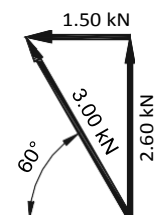

Fig. A7.04
- Допустимата хоризонтална компонента на опън за веригата е $= 3 \text{ kN} \times \cos 60^\circ = 1.5 \text{ kN}$. (Fig. A7.04)